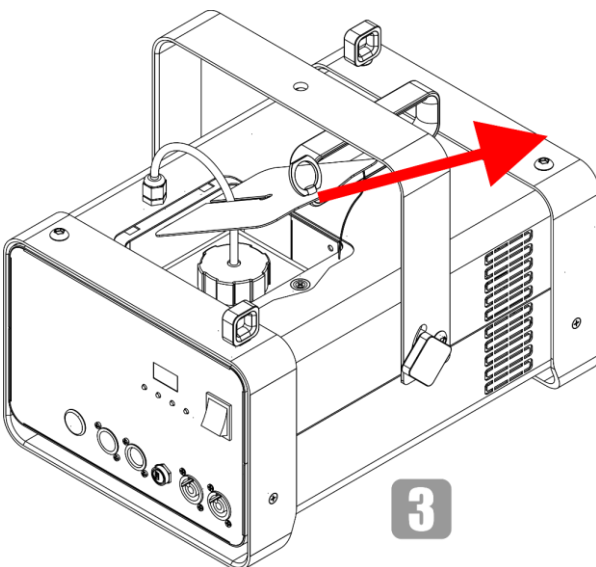

Abb. 11
- 03) Entfernen Sie den Servicedeckel (siehe Abb. 11).